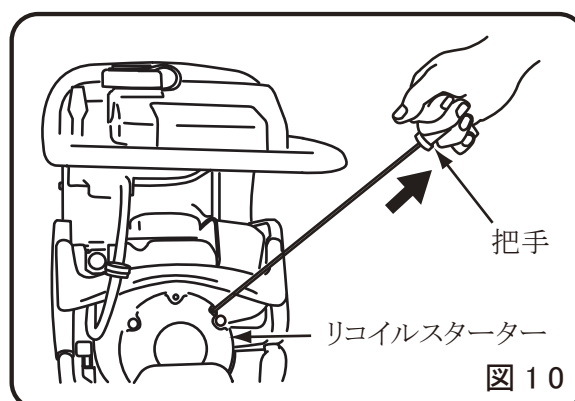

図 10
- 3 リコイルスターターの把手を握り、少し引くと軽く手ごたえがあります。そこから勢い良く引張って下さい。把手を放す時は引張った位置で放さずに、必ずスターターケースの口元までゆっくり戻してから放して下さい。(図10)